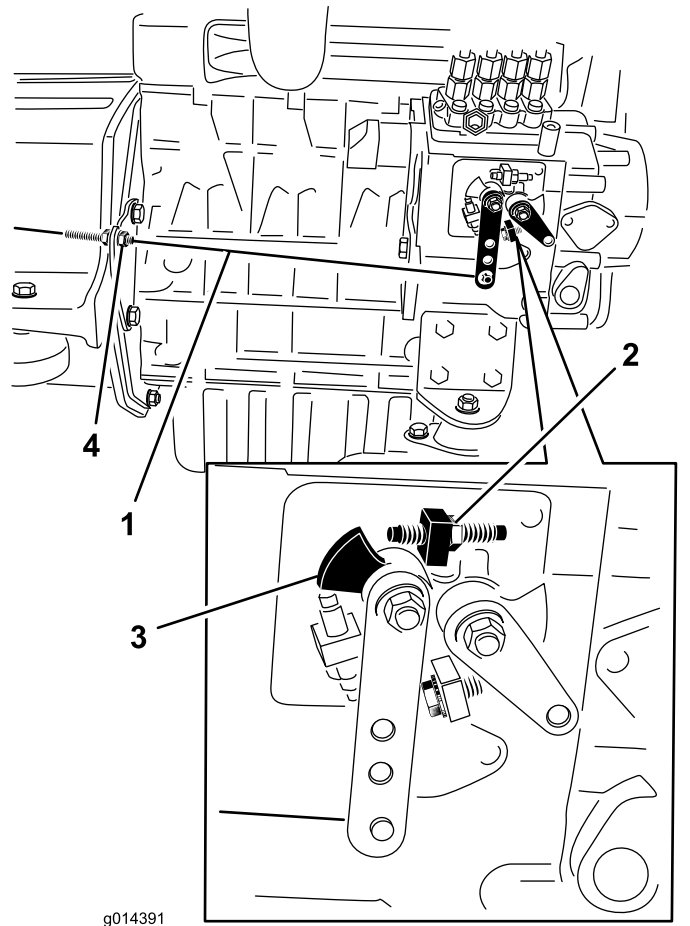

图37
2. 检查燃油喷射泵上速度控制杆的位置。当油门控制杆位于快速卡槽位置时速度控制杆应与高速螺丝接触 图37。
3. 如果必要请调节油门控制拉索上锁紧螺母的位置直到当油门控制杆位于快速卡槽位置时速度控制杆应与高速螺丝接触 图37。